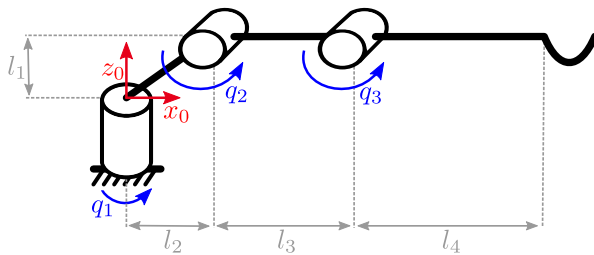

Abbildung 2: Modell des Baggers
Den in Abbildung 2 dargestellten Roboter kannst du dich als Modell eines Baggers vorstellen: Das erste Gelenk stellt die horizontal drehbare Basis des Fahrzeugs dar, an dem in einem Abstand der jeweils vertikal drehbare Ausleger und Löffelstiel angebracht sind.
- S_1 wird um die z_1 -Achse um den Winkel θ_1 gedreht, in diesem Fall also um 0° . (Eine Modellzeichnung wie Abbildung 2 ist eine Darstellung des Roboters mit fester Belegung für die variablen Parameter. Üblicherweise stellt man alle Gelenke in der Nullstellung dar, so auch hier, daher $q_i = 0, i = 1, 2, 3$.)
- e) Überlege und beschreibe anhand der Robotergeometrie (Abbildung 2), wie du die Gelenke einstellen müsstest, um die Endeffektorposition